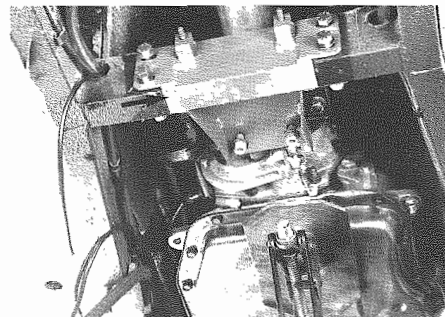

Fig. 4 - Supporto cambio
- Appoggiare il cambio su di un crick e smontare il supporto cambio (**Fig. 4**).
- Place the transmission on a jack and remove transmission support (**Fig. 4**).